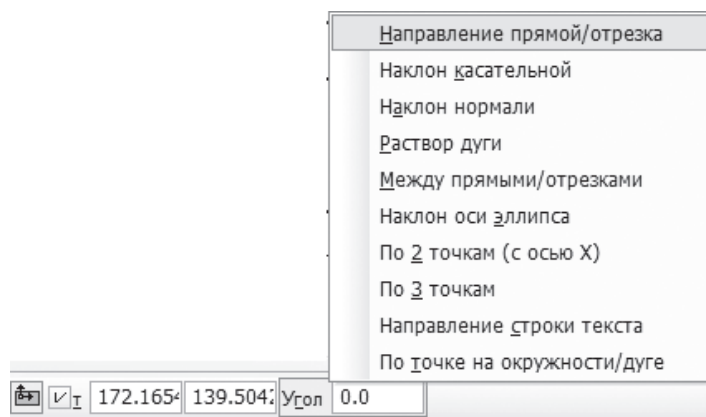
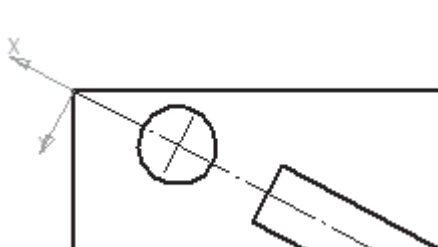

Рис. 98
Рис. 99
2. Создать *Вид 2* с началом координат в правом верхнем углу внешнего прямоугольника, с осью *Y*, перпендикулярной диагонали прямоугольника, и осью *X* — вдоль диагонали прямоугольника. Для этого на панели свойств вида, у кнопки *Угол*, нажать правой клавишей мыши, в открывшемся контекстном меню выбрать *Направление прямой/отрезка* (рис. 98). Щелчком левой клавиши мыши зафиксировать положение начала координат *Вид 2* по выбранным условиям (рис. 99).